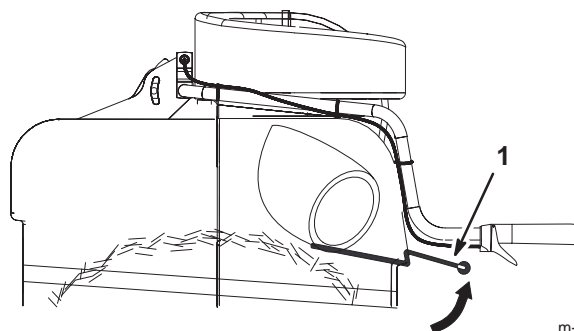

Figure 21
- A. Levez fréquemment le bras de jauge (Fig. 21). Lorsque vous sentez une résistance, le bac à herbe est plein et doit être vidé.